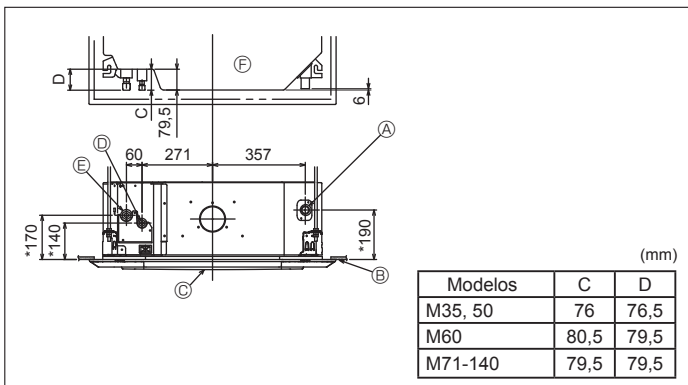

Fig. 3-3
3.3. Ubicaciones de los tubos de refrigerante y drenaje de la unidad interior (Fig. 3-3)